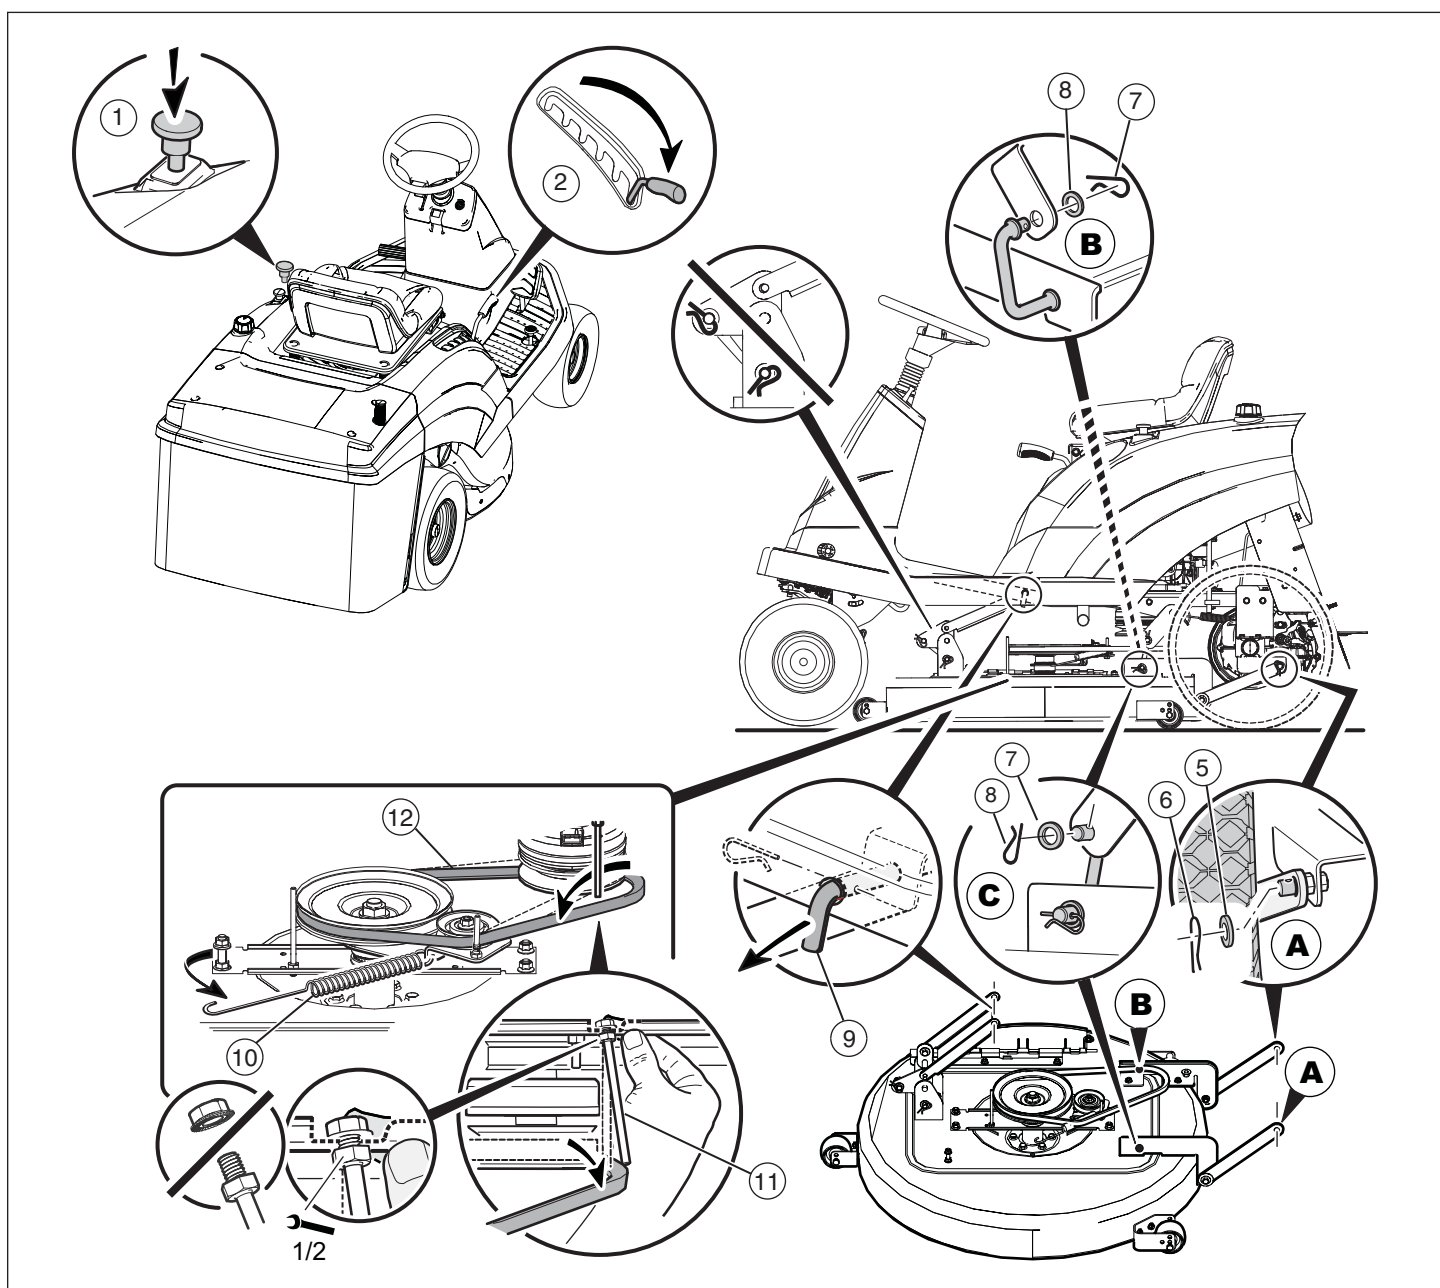

Figura 35
1. Spostare il comando di rotazione lame alla posizione DISIMPEGNATO (vedere **Figura 35**).
2. Impostare la leva di sollevamento (2) sulla posizione di taglio basso.
3. Togliere le forcelle (5) e le rondelle (6) dai bracci di sospensione posteriori (vedere **A**, **Figura 35**).
4. Togliere le forcelle (7) e le rondelle (8) dalla sospensione pneumatica (vedere **B** e **C**, **Figura 35**).
5. Scollegare il pendente anteriore (9) dal supporto del telaio.
6. Scollegare la molla per trazione (10) dal piedino del piano di falciatura.
7. Allentare la guida della cinghia (11) dalla puleggia sovrapposta.
8. Togliere la cinghia di trasmissione della falciatrice (12) dalla puleggia motrice.